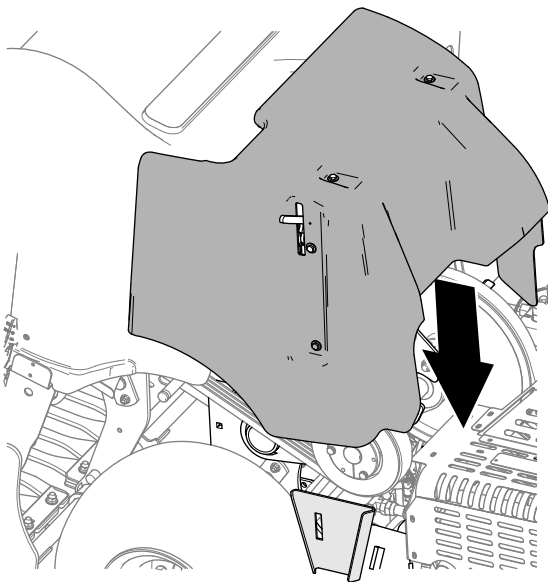

Рисунок 145
2. Опустите крышку ремня (Рисунок 145).